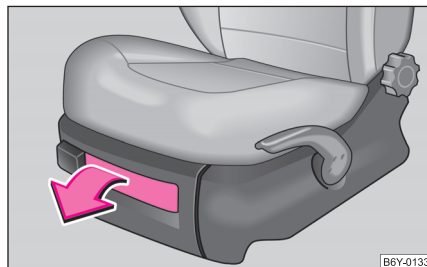

Fig. 84 Scaun față:
- Pentru deschiderea capacului, apăsați pe încuietoare și trageți capacul ⇒ pagina 72, fig. 84.